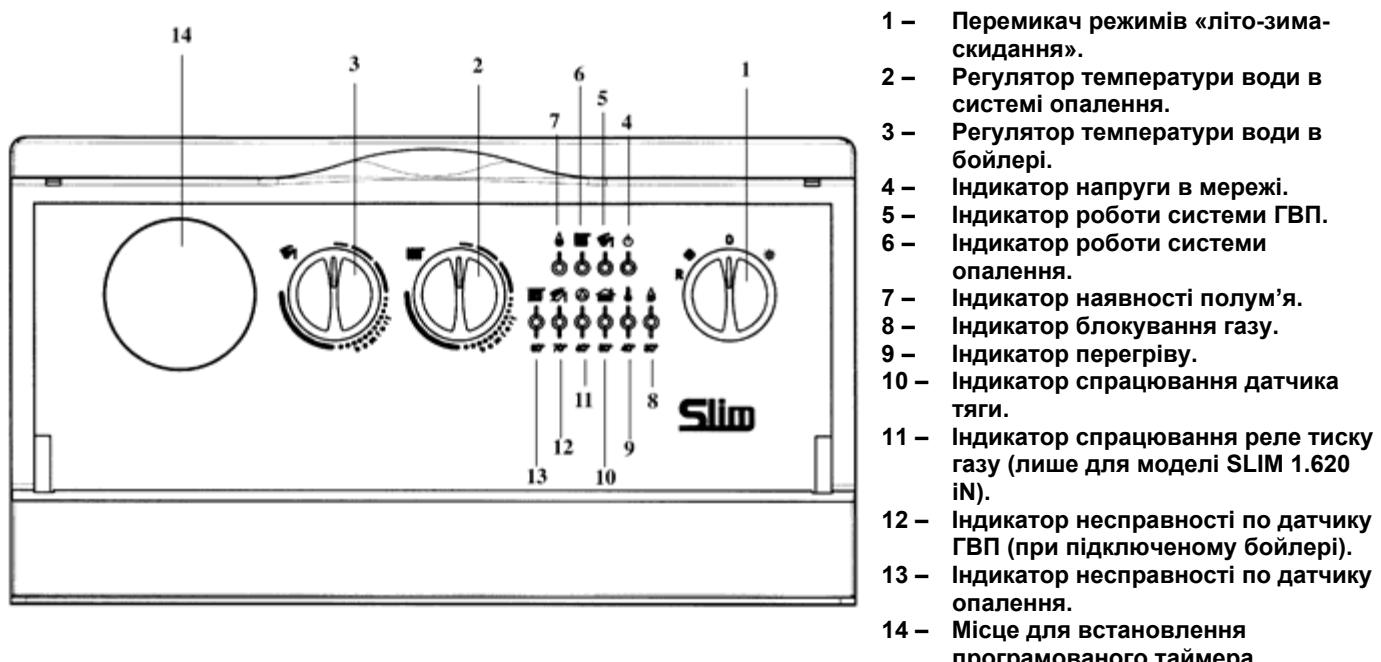

Рис. 1: Панель керування котла.
- встановити перемикач режимів «літо-зима» (Рис. 1, позиція 1) в режим «зима»
- встановити регулятор температури води в системі опалення (Рис. 1, позиція 2) в необхідне значення.
Важлива інформація: при положенні перемикача режимів «літо-зима» (Рис. 1, позиція 1) на мітці «зима» , перед кожним черговим включенням котла за сигналом регулятора системи опалення встановлена затримка на декілька хвилин (для того, щоб запобігти частим включенням/виключенням). Для того, щоб пальник включилася відразу, переведіть перемикач у положення (0), а потім знову встановіть режим «зима».
Увага! При першому включені всередині труби подачі газу можуть утворитись повітряні пробки. В таких випадках пальник не буде включатись та відбудеться блокування котла по газу (засвічується червона лампочка блокування котла – Рис. 1, позиція 8). При виникненні даної проблеми повторіть процес включення котла до поступлення газу в пальник, короткочасно встановивши перед включенням перемикач режимів (Рис. 1, позиція 1) у положення R (скидання).
Регулятор температури води в бойлері (Рис. 1, поз. 3) може використовуватись лише за наявності накопичувального бойлера. В такому випадку можливо відрегулювати температуру води контуру ГВП, встановивши регулятор на необхідне значення.
Пріоритет ГВП можливо відключити, встановивши регулятор (Рис. 1, поз. 3) на мінімальне значення, відповідно до функції захисту від замерзання води в бойлері.
Даний пристрій може комплектуватись кімнатним термостатом для контролю температури опалюваного приміщення. В такому випадку регулятор температури води в системі опалення (Рис. 1, поз. 2) встановлюється в максимальне положення, а сигнали на включення та виключення котла поступають від кімнатного термостату.
За відсутності кімнатного термостату температура приміщення регулюється посередньо, за допомогою регулятора температури води в системі опалення (Рис. 1, поз. 2); за таких умов насос системи опалення працює постійно. Для підвищення температури необхідно повернути регулятор за годинникою стрілкою, для зменшення температури – проти часової стрілки.
- Встановити перемикач режимів (Рис. 1, поз. 1) у положення (0), прослідкувавши, щоб лампочка-індикатор (Рис. 1, поз. 4) згасла; таким чином, припиняється подача електроенергії на котел.
- перемикач режимів (Рис. 1, позиція 1) не встановлений у положення (0);